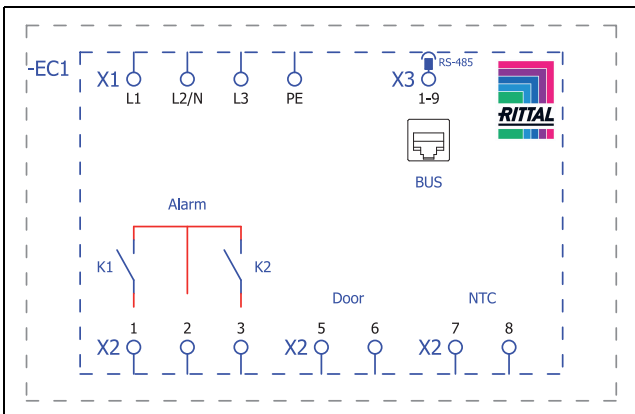
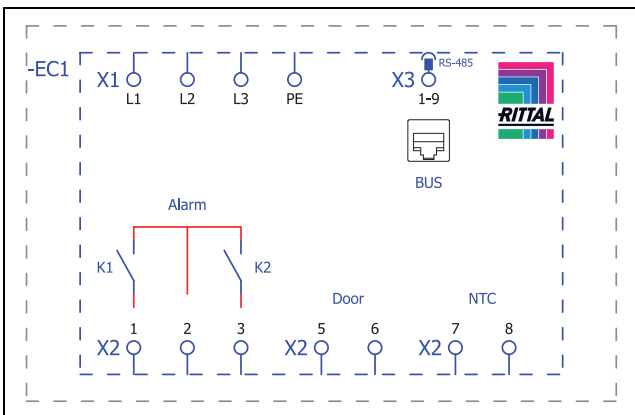

Fig. 37: Esquema de conexões SK 3185330, SK 3186330, SK 3187330
Fig. 38: Esquema de conexões SK 3188340, SK 3189340
- Retire o conector de alimentação de tensão do pacote de acessórios e faça a ligação com a rede elétrica seguindo o esquema de conexões (fig. 37 ou fig. 38).